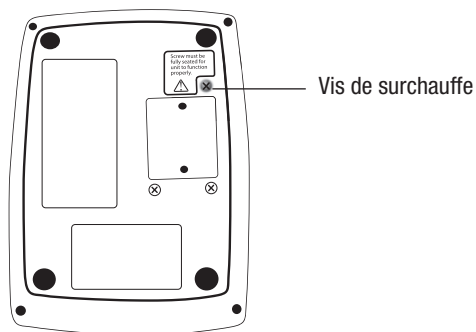

Fig. 3 : Vis de surchauffe de l'appareil de réchauffement pour liquide d'irrigation Ranger
7. Desserrez la vis de surchauffe en dessous de l'appareil de réchauffement pour liquide d'irrigation Ranger (voir la figure 3). Un léger déclic se fait entendre lorsque le microcontact s'ouvre. **Desserrez d'½ tour de plus.** Cet appareil est maintenant en mode de test de surchauffe et la température de sortie de l'appareil devrait commencer à monter. Lorsque l'affichage indique 48 °C, vérifiez qu'une alarme sonore retentit, que le voyant d'alarme s'allume et que l'affichage clignote et indique alternativement « HI » (« HAUT ») et la température des plaques.